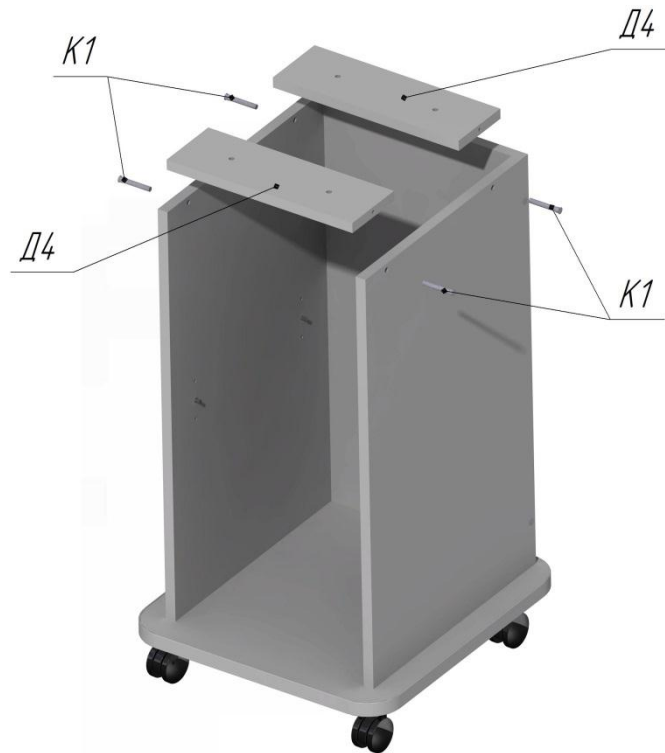

Рисунок 10
13. Установить крепежные доски Д4 (2шт.) в деревянный модуль и закрепить при помощи конфирматов К1 (4шт.). См.Рис.10.